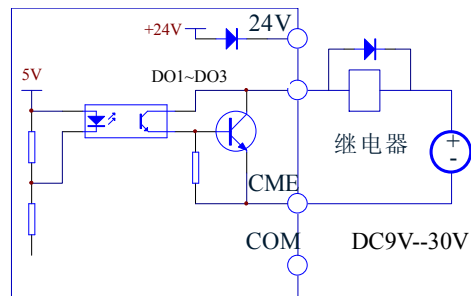

图 1-9 多功能输出端子接线方式2
2) 多功能输出端子D01、D02、D03也可使用外部电源24V，接线方式请参见图1-9。